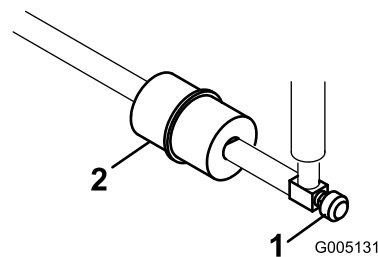

Figura 46
Nei tubi di alimentazione, tra il serbatoio del carburante ed il carburatore, è incorporato un filtro in linea (Figura 46). Verificate che la freccia sul filtro sia diretta lontano dal serbatoio del carburante.
- Chiudete la valvola di intercettazione del carburante, allentate la fascetta stringitubo dal lato carburatore e togliete il tubo di alimentazione dal filtro (Figura 46).
- Collocate una bacinella di spurgo sotto il filtro, allentate la restate fascetta stringitubo e rimuovete il filtro (Figura 46).